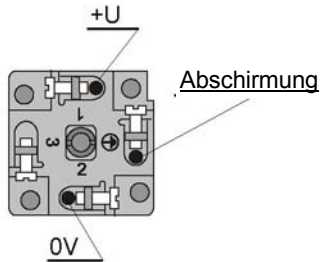

Abb. 2: Innenleben des GDM-Steckers
Der Elektroanschluss an das Versorgungskabel erfolgt unter spannungslosem Zustand über Schraubklemmen im demontierbaren GDM-Stecker, der sich an Kopfstück des Pegelstandsmessers befindet. Der Versorgungspluspol (+U) wird an die Klemme (1) angeschlossen, der Versorgungsminuspole (0V) an die Klemme (2) - siehe Abb. 2 und 3. Der Pegelstandsmesser wird mit einem geeigneten zweiadrigen Kabel mit einem Außendurchmesser von $6 \div 8$ mm mit der Auswertungsvorrichtung verbunden.